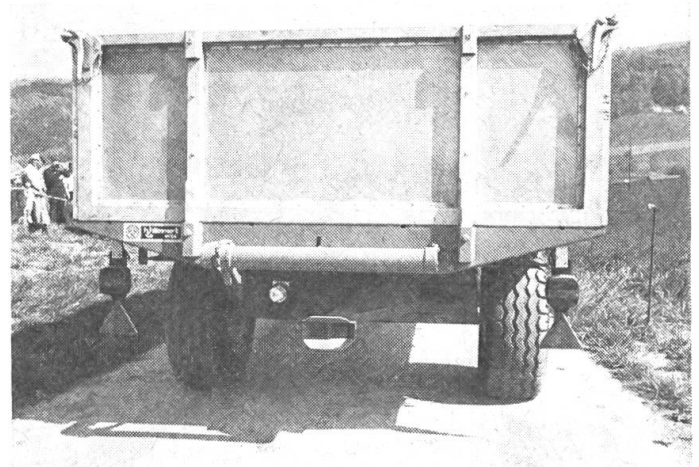
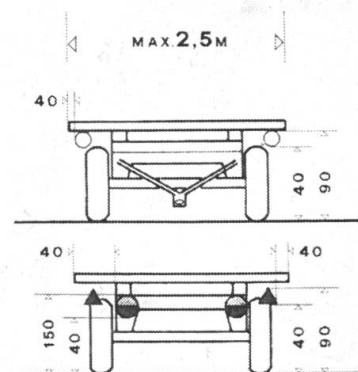

Abb. 1
Abb. 2
Soweit also die gesetzlichen Vorschriften. An sich würde also die gute, alte, gelbe Stallaterne, an der linken Seite des Anhängers baumelnd, immer noch genügen. Der Gesetzgeber ist in dieser Hinsicht einmal mehr grosszügig gewesen. Wer aber dem, im ersten Abschnitt angesprochenen, gesunden Menschenverstand Rechnung trägt, muss zugeben, dass die Stallaterne im heutigen, dichten Verkehr nicht mehr genügt und an deren Stelle eine elektrische Schluss-Blinkanlage vorzuziehen ist (Abb. 1).
Wo sie am Wagen anzubringen sind, ist aus der Abb. 2 ebenso ersichtlich wie die Montageräume der Schluss-Blinklichtanlage.
- Die Masse gemäss Abb. 2 sind einzuhalten.
In den beiden hier wiedergegebenen Nomogrammen ist der Einfluss von fünf Faktoren auf die Transportzeit (Abb. 1) bzw. auf die Transportleistung (Abb. 2) dargestellt.
Auf Abb. 1 beläuft sich der Wert im Zentrum des Nomogramms (100%) auf 20 Minuten pro Tonne, in Abb. 2 auf 3 Tonnen pro Stunde. Unten an den Nomogrammen sind jeweils die Skalen mit den fünf Einflussfaktoren eingezeichnet.